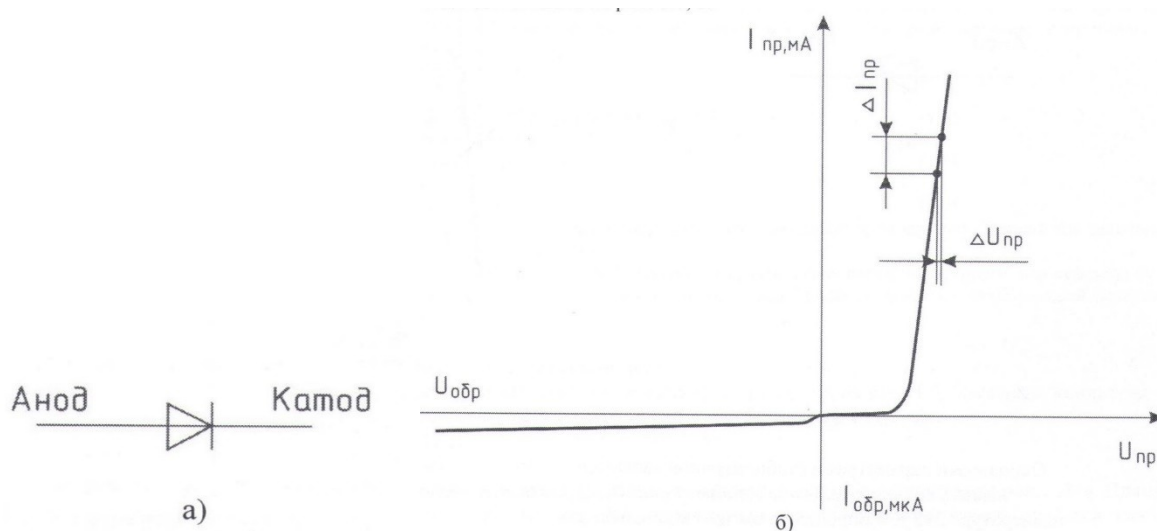

Рисунок 1.1 Условные обозначение **а)** и вольт-амперная характеристика **б)** полупроводникового диода
Диод представляет собой пассивный нелинейный элемент. Он содержит один р-п-переход и имеет два вывода от р и п областей. На условном обозначении (рис. 1.1, а) направление стрелки диода совпадает с направлением прямого тока.
Работа полупроводникового диода в электрической схеме определяется его вольт-амперной характеристикой (ВАХ). ВАХ диода показана на рис. 1.1,б.
Рассмотрим подробнее вольт-амперную характеристику (ВАХ) диода, изображенную на рис. 1.1,б. Зависимость тока от напряжения имеет вид
- 4.1 Используя данные табл. 1.1 и табл. 1.2 постройте графики прямой и обратной ветвей **ВАХ** полупроводникового диода. Они имеют вид, представленный на рис. 1.1,б.